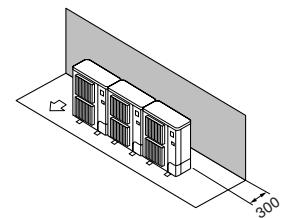

Fig. 2-8
① Hindernisse nur auf der Rückseite (Fig. 2-8)